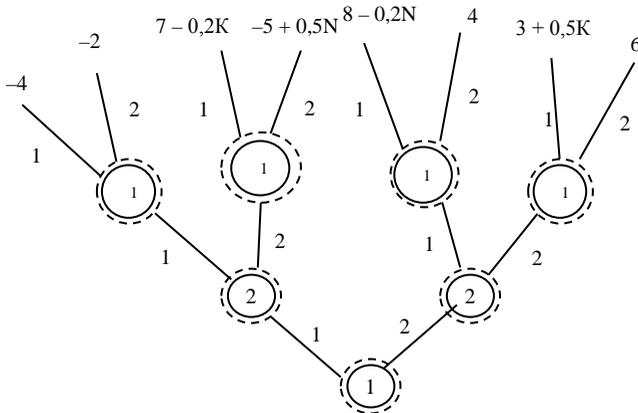

Рис. 1.1. Дерево игры
1. Позиционная игра изображена на рис. 1.1.